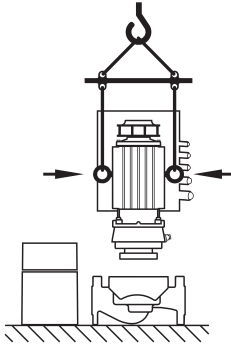

Fig. 24: Transporte de componente integrado
- Si las armellas de transporte han sido desmontadas de la brida del motor y están montadas en la carcasa del mismo, solamente se pueden utilizar para sostener o transportar el componente integrado (Fig. 24), pero no para el transporte de toda la bomba, ni tampoco para separar el componente integrado de la carcasa de la bomba (es necesario poner atención en el desmontaje previo y el posterior montaje de los espaciadores).